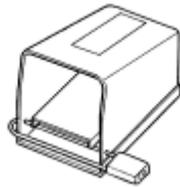

图1 — 锁定脚踏开关
11. 当不使用机器时，请锁定好脚踏开关（见图1），防止不小心碰倒它启动机器了。